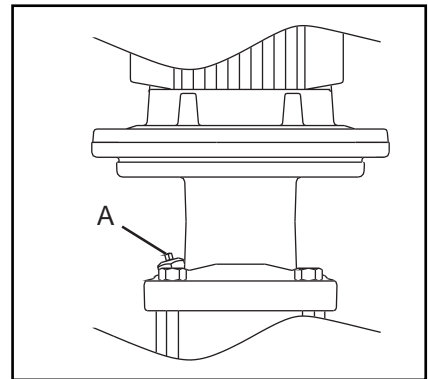

Fig. 14
3. Dévisser le bouchon d'amorçage (A, fig. 14) de 1-2 tours, jusqu'à ce de l'eau et de l'air puissent sortir.